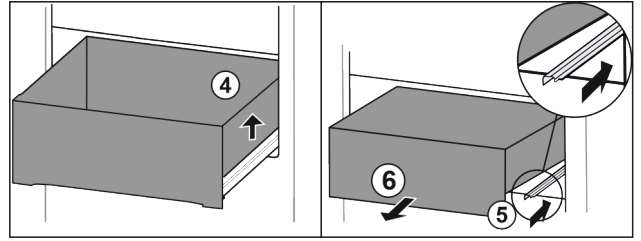

Fig. 107
- ▶ 抬起抽屉右侧。 Fig. 107 (4)
- ▶ 推入右侧轨道。 Fig. 107 (5)
- ▶ 朝前取出抽屉。 Fig. 107 (6)